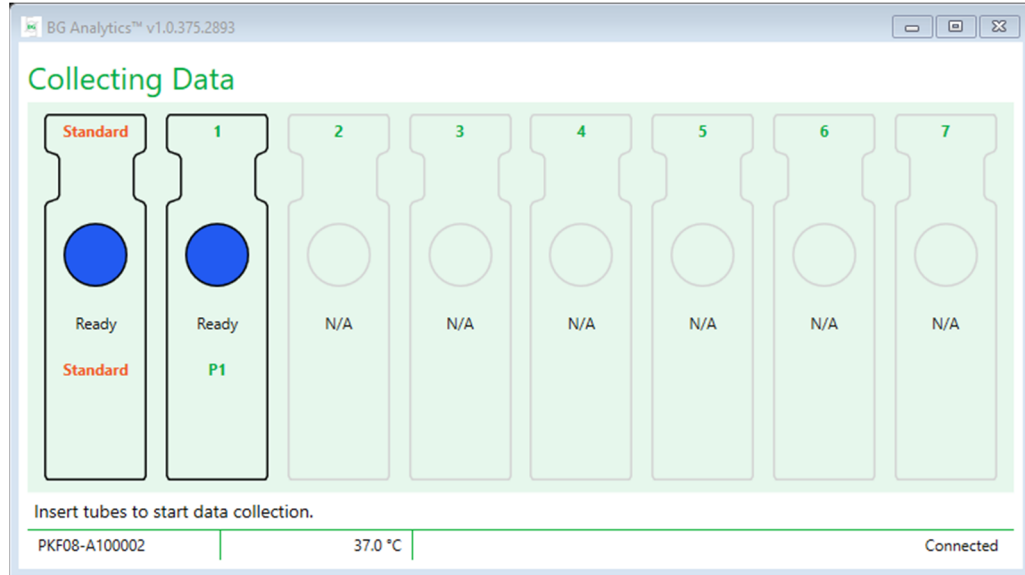

Figura 12. Pantalla Recogida de datos de BG Analytics®, lista para recoger datos
1. En la pantalla **Recopilación de los datos**, el estado de cada pocillo con ID de la muestra es “Listo” (tal como se muestra en la Figura 12).